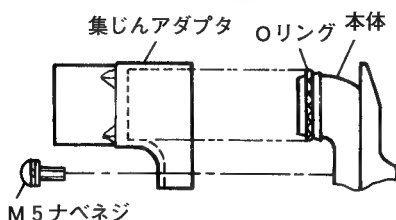
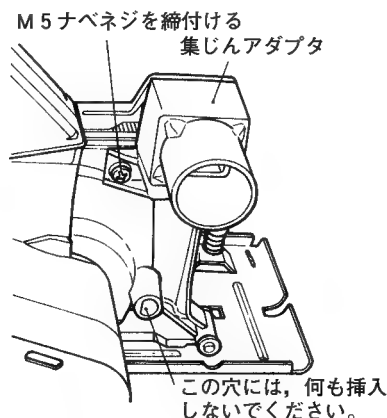

図 23
図 24
- (2) 図23、図24に示すように、集じんアダプタを本体に取付け、M5ナベネジを締め付け、固定します。